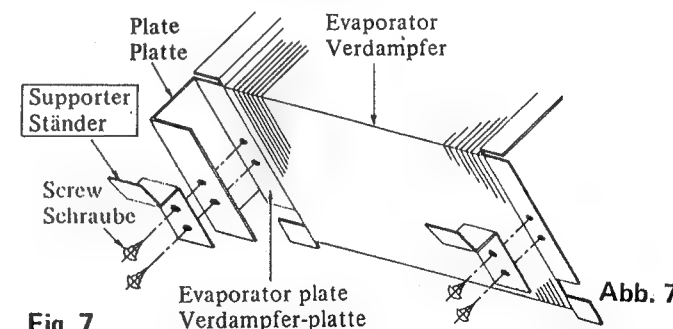

Fig. 7
1. Use the supporters which is belonged to the unit instead of which is belonged to the radiator set. (Fig. 7)
1. Die zum Raumklimagerät gehörenden stützen anstelle der zum Heizkörpersatz gehörenden verwenden. (Abb. 7)